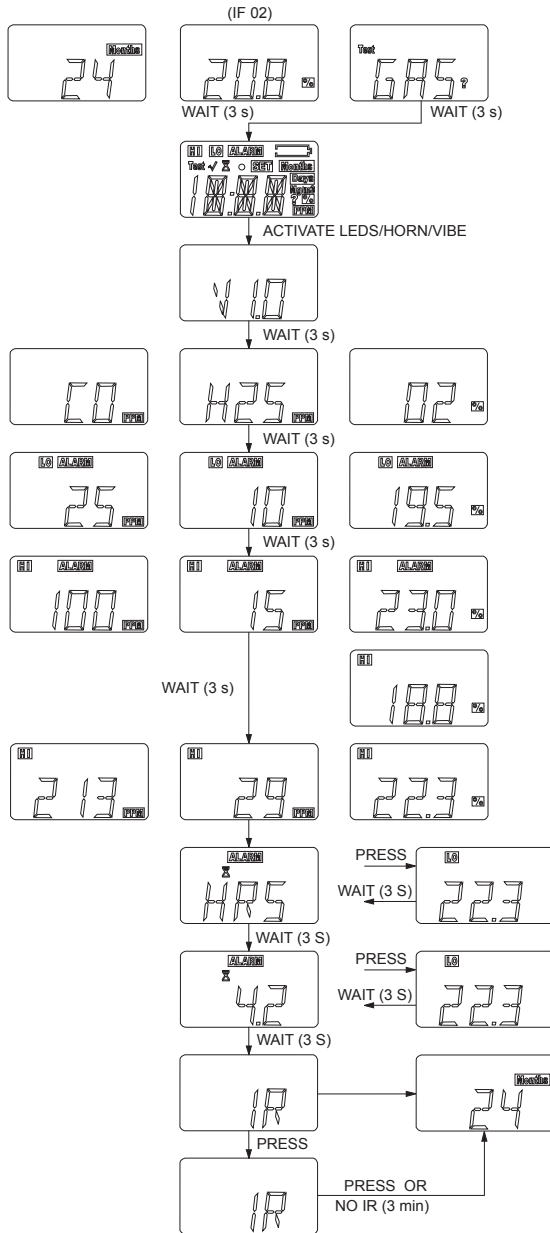

Fig. 5 Oproepen van informatie over instrument
- (1) Door op de [TEST]-toets te drukken, kunnen de opgeslagen gegevens van het instrument worden opgeroepen (→ Fig. 5).